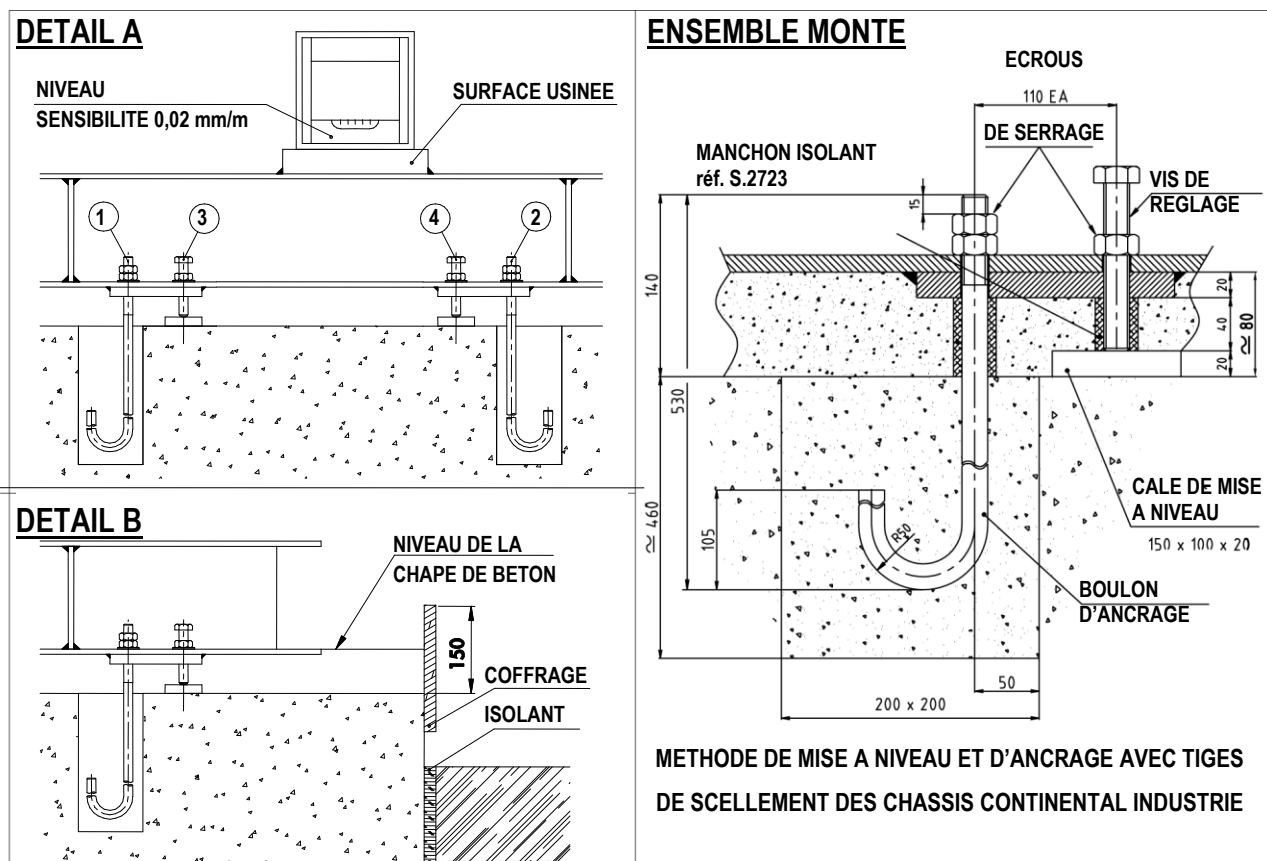

Fig. 2.4
2. Soulever le châssis d'environ un mètre au-dessus du massif. Monter les vis de réglage et les boulons d'ancrage comme indiqué sur le détail A de la Fig. 2.4. Vérifier que les dépassements indiqués de 15 mm et de 50 mm sont bien respectés.
6. Vérifier la planéité du châssis au moyen d'un niveau à bulle avec règle rectifiée de précision 0,02 mm/m, ou alors, dans la mesure du possible, avec un émetteur laser. On effectuera ce contrôle dans le sens longitudinal et dans le sens transversal sur tous les plans usinés. La planéité à obtenir est de 0,02 mm/m. On effectue les réglages en positionnant le niveau à bulle sur le plan usiné comme indiqué sur l'ensemble monté de la Fig. 2.4 et en agissant sur les vis de réglage de niveau et des boulons d'ancrages.
8. Nettoyer la surface du massif et la préparer pour couler le ciment. Réaliser préalablement un coffrage comme indiqué sur le détail B de la Fig. 2.4. Dans le cas d'une installation à ciel ouvert, réaliser au préalable des drains adaptés pour l'eau de pluie en tenant compte de la forme du châssis. Couler du ciment à faible retrait jusqu'au niveau indiqué au détail B de la Fig. 2.6. L'emploi de vibreurs mécaniques est proscrit, car il pourrait déséquilibrer la planéité obtenue.